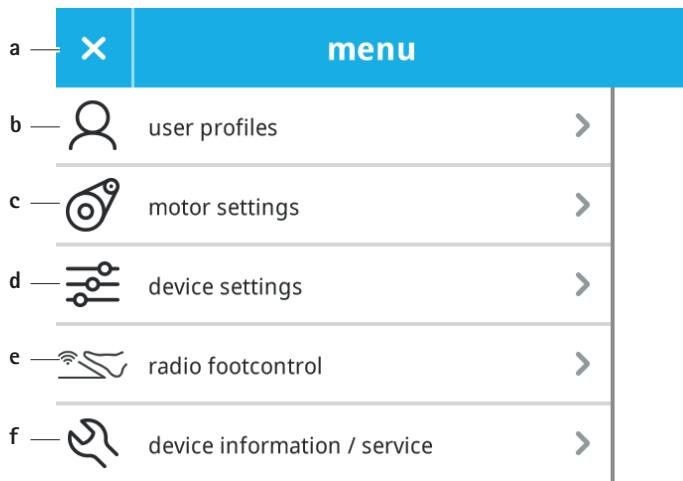

Fig. 8 Systemindstillingsmenu
- Systemindstillingsmenuen åbnes, se Fig. 8.